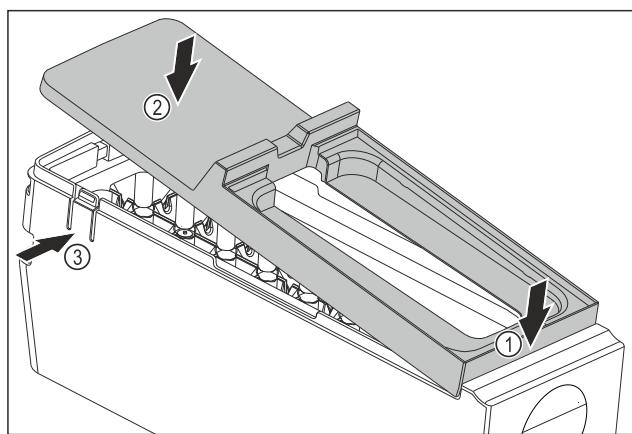

Fig. 85
- Montați apărătoarea corpului EasyTwist-Ice: Așezați în față apărătoarea. Fig. 85 (1)
- Coborâți în spate apărătoarea. Fig. 85 (2)
- Apărătoarea se fixează în poziție cu zgromot specific în cele două eclise Fig. 85 (3).